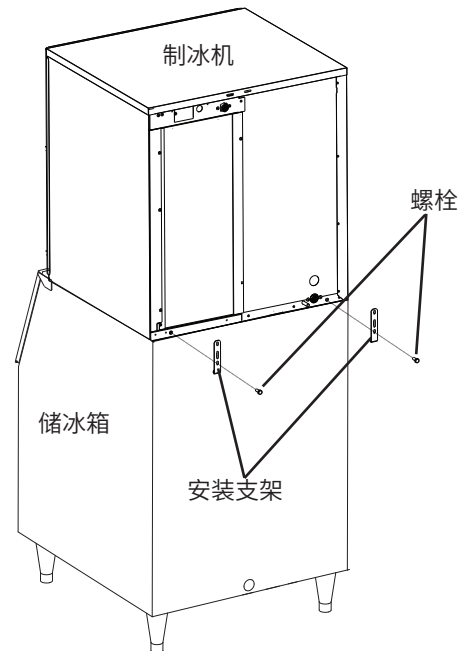

图 2b
- 4) 用提供的2个安装支架和螺栓将制冰机固定到储冰箱上,如图2b所示。
- 6) 制冰机:重新将各面板安装到正确的位置上,如图2b所示。